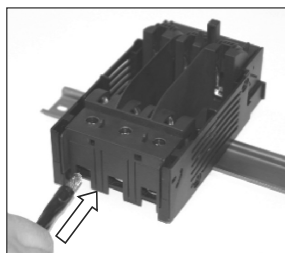

Figura 14
- Insira os condutores no terminal (Figura 14);